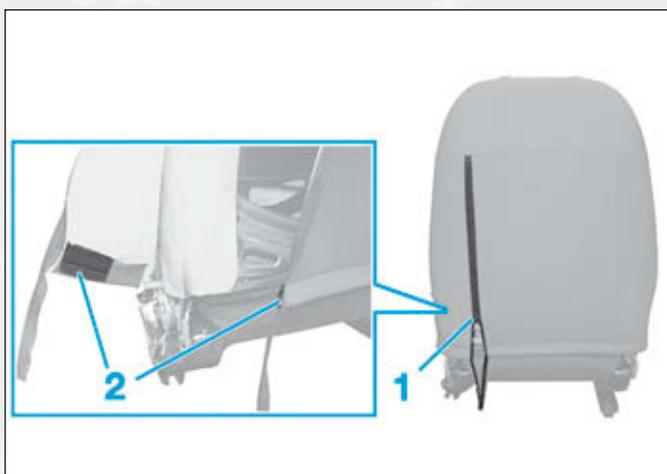
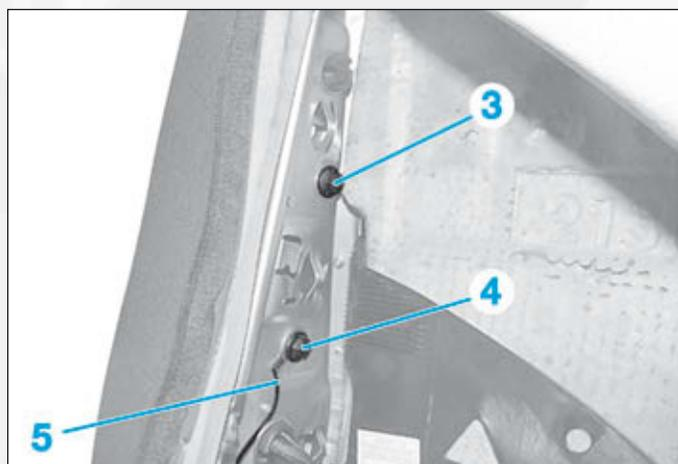
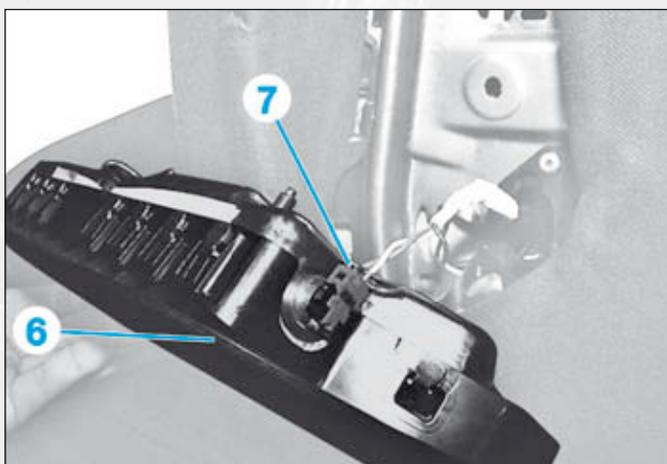

FIG.4
FIG.5
FIG.6
- Ouvrir la fermeture à glissière (1) (Fig.4).
- Dégrafer la coiffe de dossier en (2) à l'aide d'un outil plat non tranchant.
- Déposer les écrous (3), (4) (Fig.5).
- Enlever le fil de masse (5).
- Dégager le coussin gonflable latéral (6) (Fig.6).
- Déconnecter le connecteur (7).
- Déposer le coussin gonflable latéral (6).